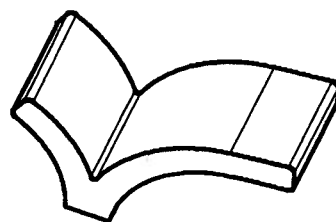
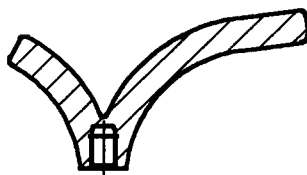
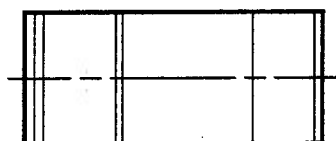

Fig. 1
Fig. 2
Fig. 3
Przedmiot wzoru przemysłowego jest uwidoczniony na załączonym rysunku, na którym fig. 1 jest widokiem, fig. 2 jest przekrojem rzutu pionowego a fig. 3 jest rzutem poziomym.
1. Uchwyt meblowy jednopunktowy znamieny tym że, ma w rzucie pionowym kształt zbliżony do litery V, której wierzchołek stanowi część mocującą uchwytu i ma pionowy otwór przeznaczony na wkręt mocujący uchwyt do powierzchni mebla natomiast rozchylone ramiona litery V stanowią część mocującą, przy czym mają one różną długość i są rozchylone niesymetrycznie, jak pokazano na załączonym rysunku: fig. 1, fig. 2 i fig. 3.
2. Uchwyt według zastrz. 1 znamieny tym, że krótsze ramie jest mniej wygięte, natomiast ramie dłuższe jest bardziej wygięte i w stosunku do płaszczyzny podstawy mebla jest prawie równoległe, jak pokazano na załączonym rysunku: fig. 1 i fig. 2.